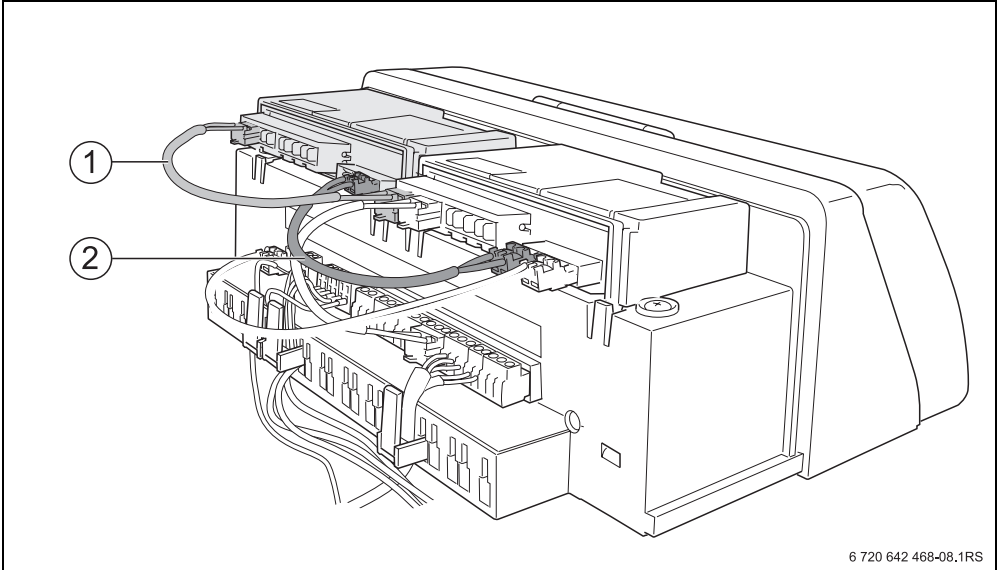

Fig. 7 Conexión eléctrica para el segundo módulo de función xM10
- ▶ Introducir correctamente el cable de conexión a red (→ fig. 7 [1], página 15) y el cable de BUS (→ fig. 7 [2], página 15) del primer módulo de función xM10 en los bornes del segundo módulo de función.